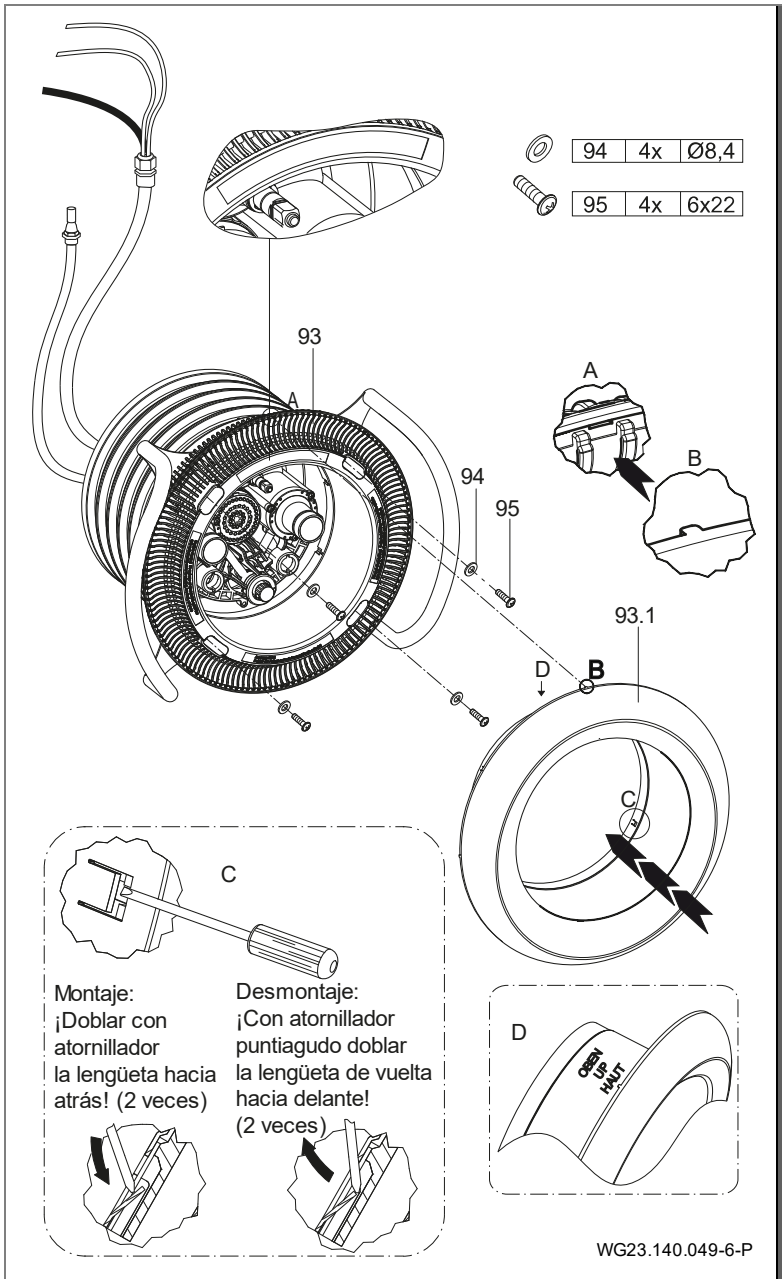
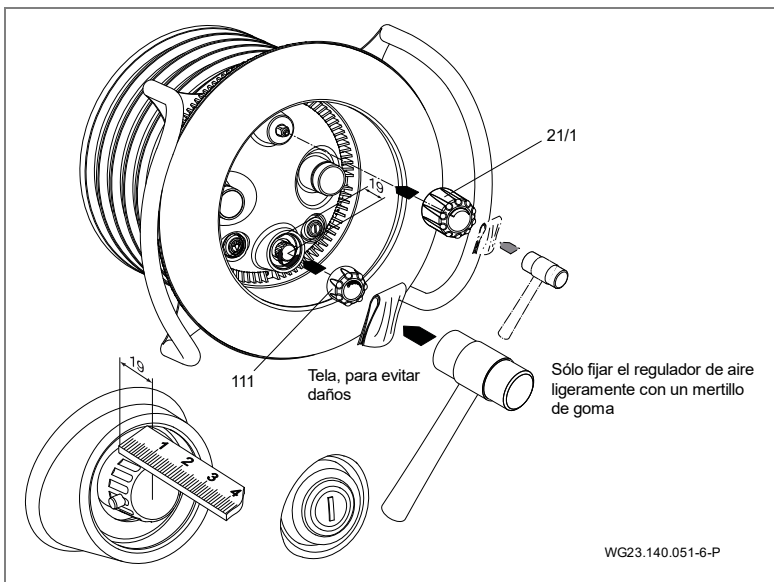

Fig. 19
Fig. 21
7. Alinear la caja de boquillas compl. (102.1) en la carcasa para montaje empotrado (1) y fijarla con los diez tornillos con rosca cortante (61) premontados. (Fig. 19)
8. Primavera: Inserte una junta tórica (37) en el pulsador neumático (38/1; 38/2) respectivamente. Fije las mangueras neumáticas en los correspondientes pulsadores con abrazaderas para mangueras (46). Inserte los dos
Primavera Deluxe: Inserte por presión con cuidado los pulsadores piezo con dos juntas tóricas montadas en la carcasa de pulsadores premontada de la carcasa de las boquillas. Dado el caso, utilice vaselina con medio auxiliar. (Fig. 19)
9. Colocar la placa de aspiración (93) sobre el anillo tensor (28) y asegurarla con cuatro arandelas (94) y cuatro tornillos con rosca cortante (95). (Fig. 19)
11. Alinear la cubierta de luz (110) centrada en la caja de boquillas (102.1) y fijarla con cuatro tornillos con rosca cortante (112). (Fig. 21)
1. Quitar la caperuzas para la regulación de cantidades (21/1) y de aire (111). En BADU JET Primavera Deluxe, antes de extraer la tapa debe soltarse el tornillo prisionero. Ver "Fig. 21".
2. Aflojar los tornillos de rosca (112) y extraer la cubierta de luz (110).
3. Doblar hacia delante las dos lengüetas de flexión de la placa de acero inoxidable y retirar la placa. Ver "Fig. 19".
4. Aflojar los tornillos de rosca (95) y extraer la placa de aspiración (93) y la empuñadura (70).
5. En caso necesario, aflojar los tornillos de rosca (61). Extraer la carcasa de las boquillas (102.1). Para ello, observar la tubería de aire interior (4) fijada en la carcasa empotrada (1).
6. Soltar los tornillos (52). Retirar la manilla (70), el anillo tensor (28) y la junta del anillo tensor (27).